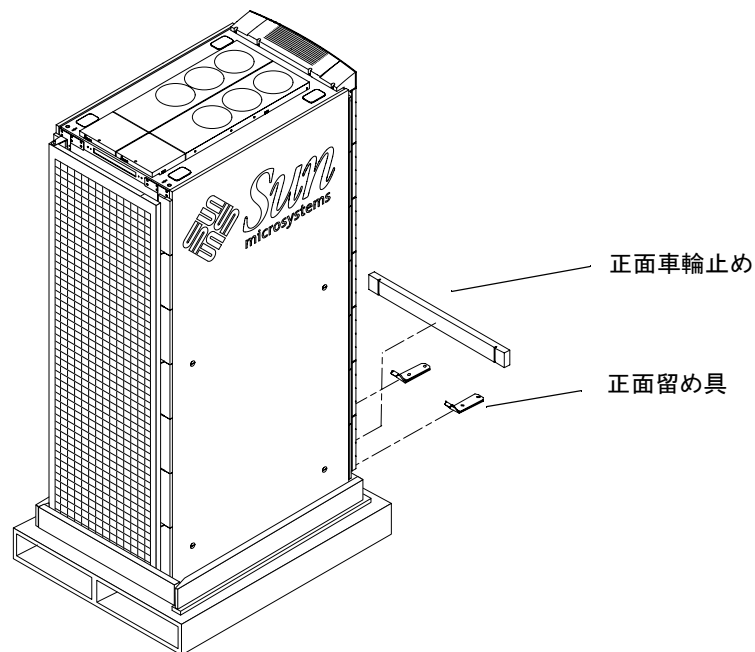

図 3 正面留め具および正面車輪止め
2. 高さ調整レンチを使用して、正面留め具を取り外します。留め具は、手順 11 で使用するため、保管しておいてください (図 3)。